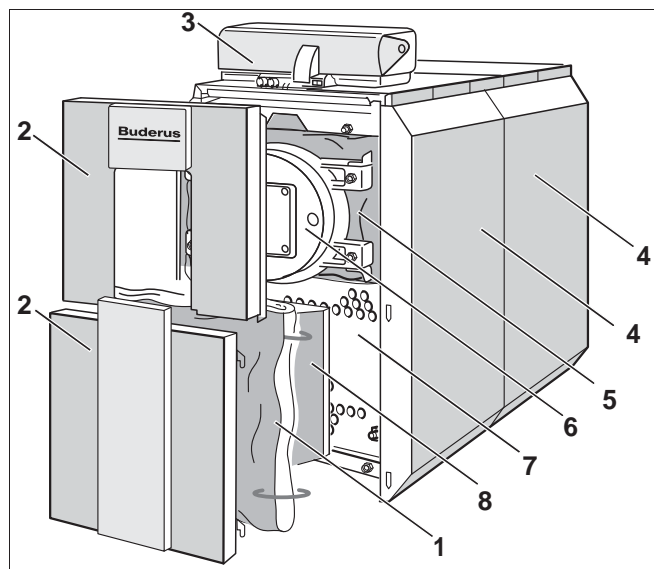

Рис. 1 Специальный газовый отопительный котел Logano plus SB615
Основные части специального газового отопительного котла Logano plus SB615 (рис. 1):
- Блок котла (рис. 1, **поз. 7**) с теплоизоляцией (рис. 1, **поз. 1 и 5**) и дверцей горелки (рис. 1, **поз. 6**). Тепло, производимое горелкой, передается в котловом блоке воде, циркулирующей в системе отопления. Дверца предназначена для крепления горелки и закрывания топочной камеры.
- Облицовка котла (рис. 1, **поз. 4**), теплоизоляция (рис. 1, **поз. 1 и 5**) и передние стенки (рис. 1, **поз. 2**). Облицовка котла и теплоизоляция препятствуют потерям энергии.
- Система управления (рис. 1, **поз. 3**). Система управления служит для контроля и управления всеми электрическими компонентами специального газового отопительного котла Logano plus SB615.